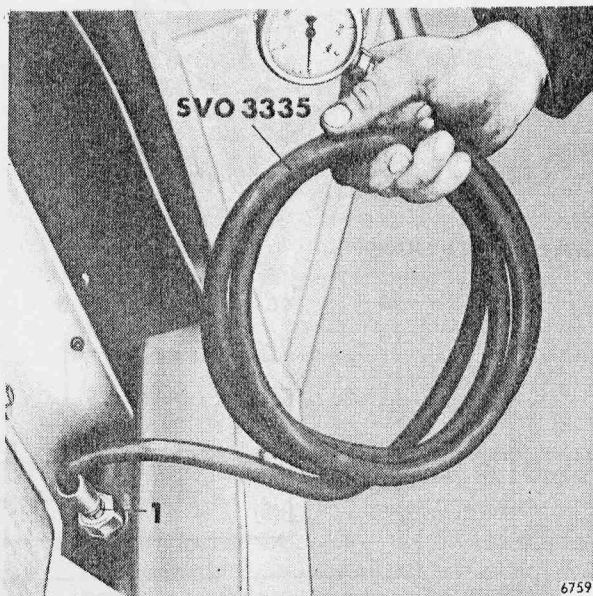

Fig 157. Mätning av tryck.
2. Koppla in slang SVO 3335 och manometern 0-200 kp/cm² samt förskruvning nr 12 som ingår i sats SVO 3068, se fig 157.